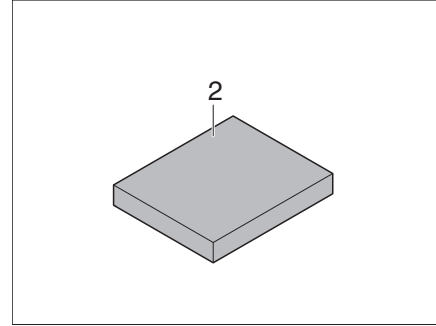

Bild 188 Extradyna
- Lägg extradynan (Bild 188,2) i mitten på bordet.